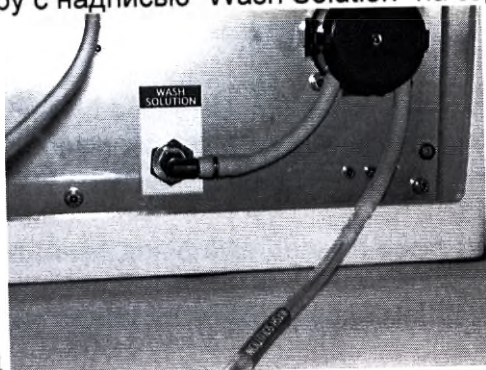

Рис.2-14
8. Подсоедините трубку подачи промывающей жидкости (цветовой код: зеленый) к коннектору с надписью "Wash Solution" на задней панели инструмента (рисунок 2-14).